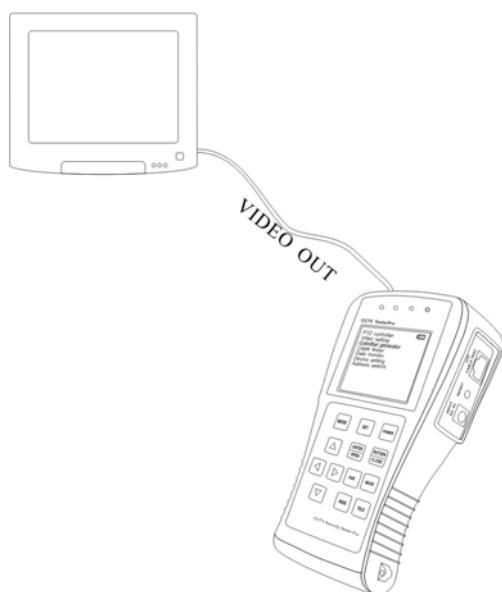

Рис. 3.6
1. Подключите CCTV-тестер к внешнему монитору или видеорегистратору как показано на Рисунке (Рис. 3.6).